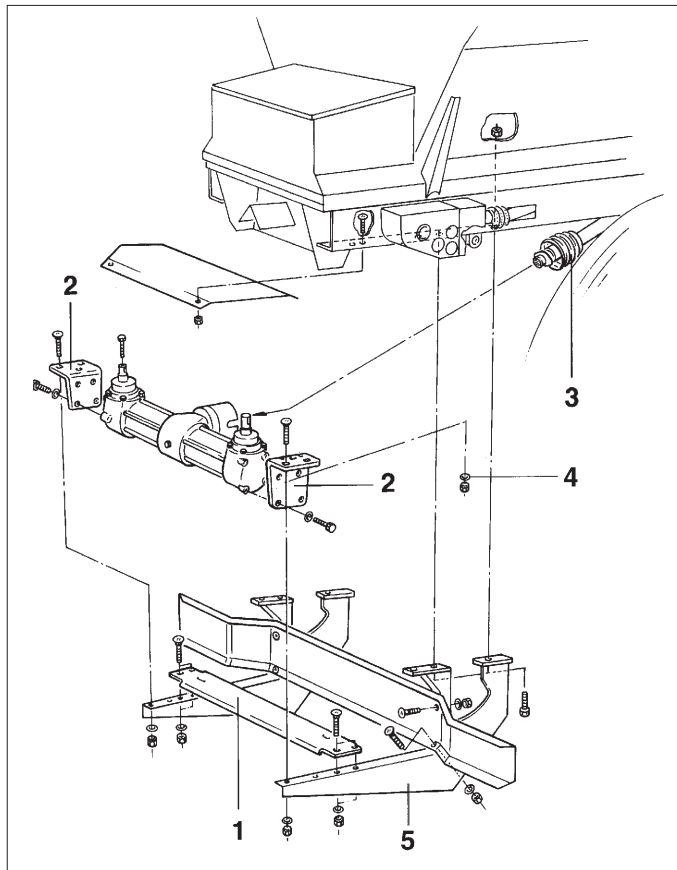

Fig. 6.3
- Montera aggregatet enligt bild 6.3.
Tryck anslaget (bild 6.3/1) mot hållarvinkeln (bild 6.3/2) på spridaraggregatet och skruva fast även detta.
Tryck anslagsbrickan (bild 6.3/4) i sidled mot stativet (bild 6.3/5) och drag åt fästbultarna.
- Skjut på kraftöverföringsaxel med frigångskoppling (bild 6.3/3) på spridaraggregatets axeltapp och se till att den spärrar i låsspåret.
- Lossa inte anslaget (bild 6.3/1). Vid senare montering kan spridaraggregatet enkelt då skjutas mot anslaget och dras fast.
- Kraftöverföringsaxelns främre halva (bild 6.3/3) skall demonteras komplett innan växellådan tas bort.